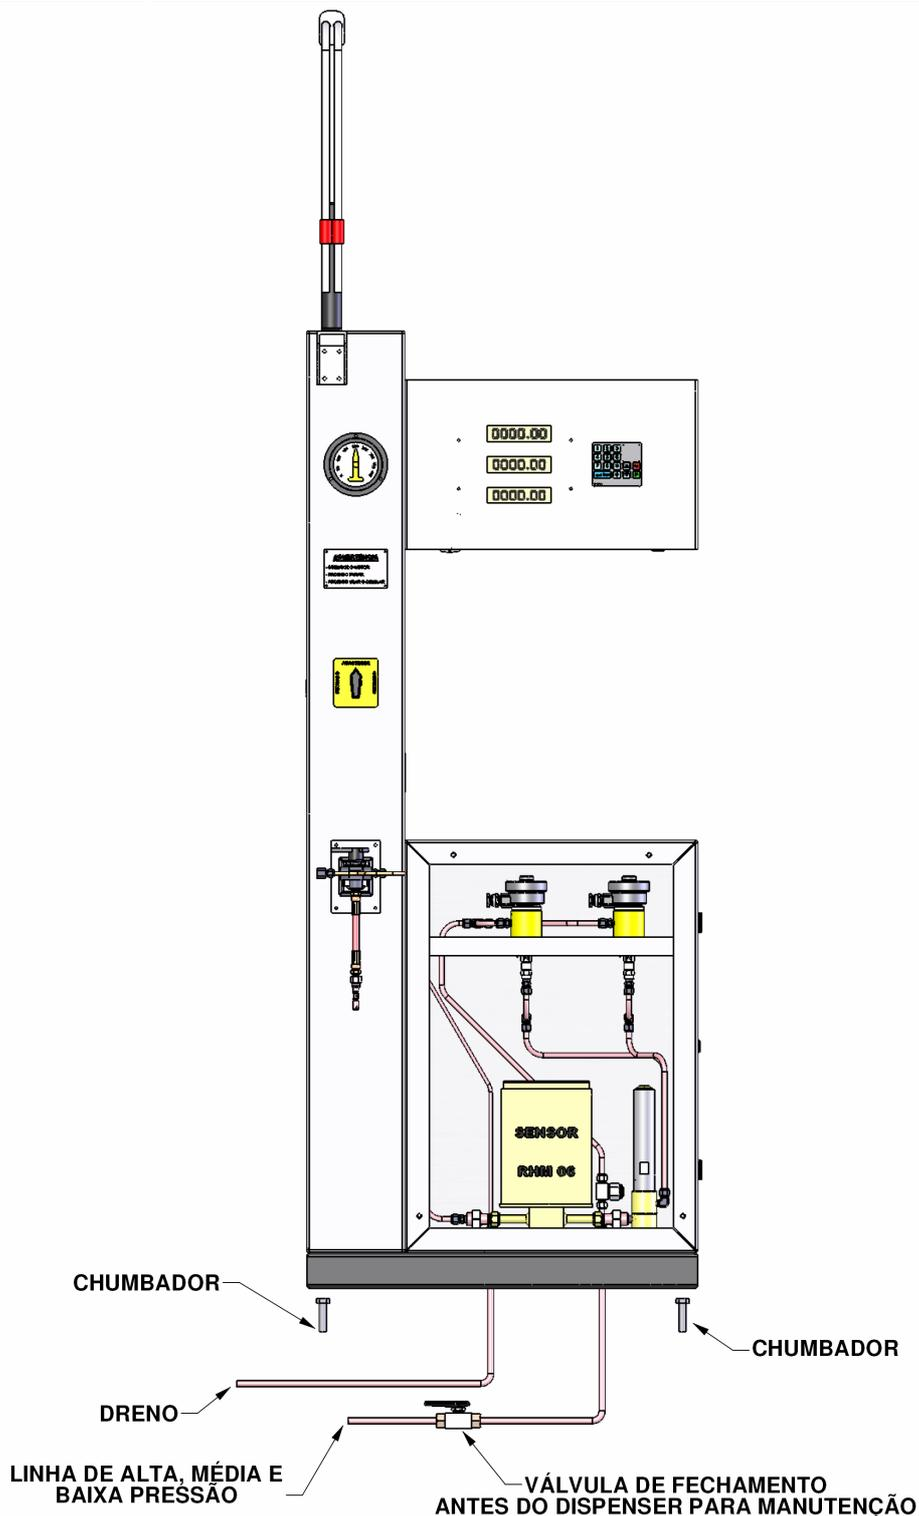

FIGURA 1
- 2- Utilizar 4 chumbadores TECBOLT M12 x 70. (Figura 1)
- 3- O Dispenser contém três buchas com roscas de ¼" NPT-F para conexão das linhas de Alta, Média e Baixa pressão de GNV, essa entradas estão localizadas na frente da estrutura inferior do Dispenser. (Figura 1)
- 4- O Dispenser contém uma bucha com rosca de ¼" NPT-F para conexão da linha de dreno do Dispenser, conectar uma tubulação ao mesmo que direcione o gás residual do abastecimento para uma área segura do posto de abastecimento, o dreno está localizado na traseira da estrutura inferior do Dispenser. (Figura 1)